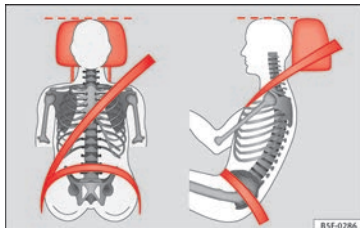

Fig. 57 Appuie-tête correctement réglé, vu de face et latéralement.
- Réglez l'appuie-tête de telle manière que son bord supérieur soit dans la mesure du possible à la même hauteur que la partie supérieure de votre tête, et au moins à la hauteur des yeux » **fig. 57**.